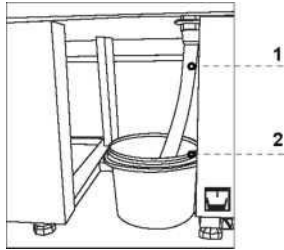

Abb. 6 Auffangbehälter (Version ohne Verdampfung)
5. Den Auffangbehälter einschieben, gemäß Abb.6/2 (S.5) (betrifft nicht Geräte mit Verdampfung!)
Wenn das Gerät mit automatischer Verdampfung des Kondenswassers nicht ausgestattet ist, soll das Kondenswasser aus dem Behälter entfernt werden Abb. 6 (S. 5). Die Häufigkeit der Entleerung hängt von den Betriebsbedingungen für das Gerät ab (u.a. Luftfeuchte, Häufigkeit der Türöffnung, Menge und Temperatur der eingestellten Produkte).